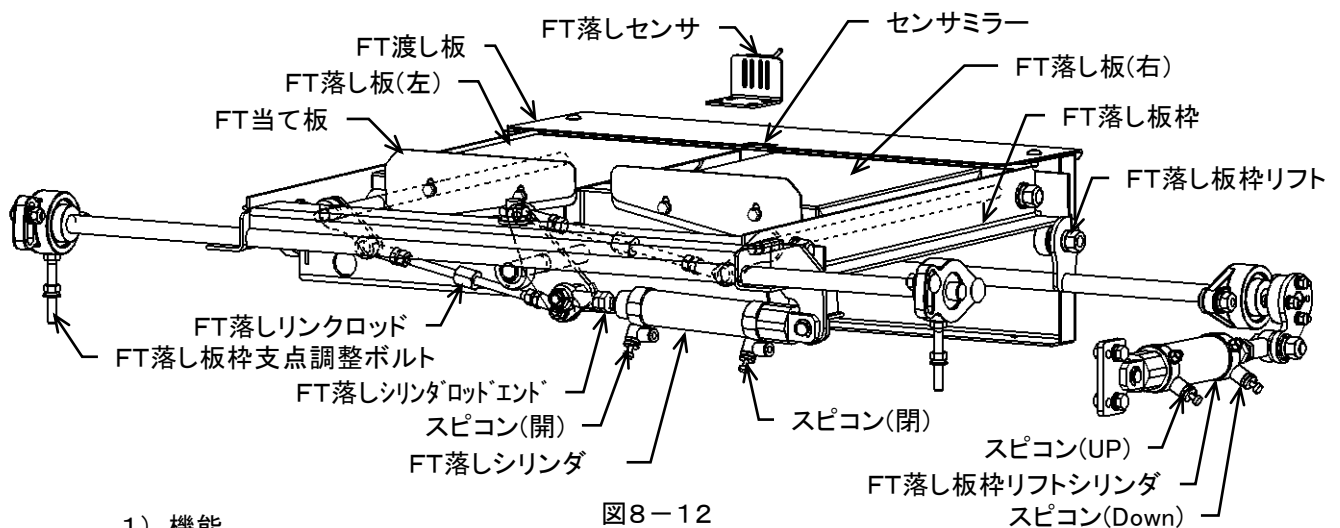

図8-12
8. 3.5 FT落とし板部 (図8-12)
- ・ FT落とし板(左), (右) (図8-12)
- ・ FT落とし板枠リフト (図8-12)
2) FT落し板(左), (右)の調整(図8-12)
3) FT落し板枠リフトの調整(図8-12)
4) FT当て板とFT落し板枠支点の調整(図8-12)
- ・ FT落しシリンダ(図8-12)
- ・ FT落とし板枠リフトシリンダ(図8-12)